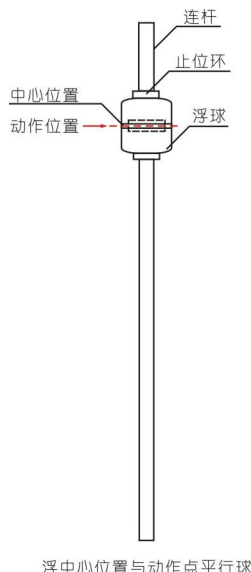

图 9 浮球固定示意图
- 5) 用止位环将浮球固定在连杆上，注意浮球中心位置与动作点平行，如图 9 所示。